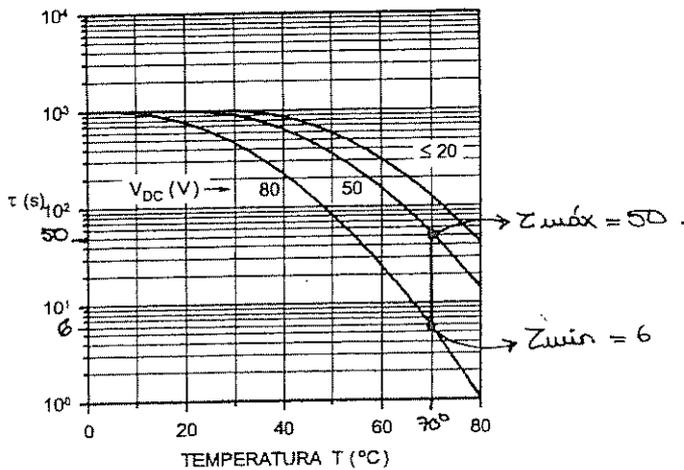

Figura 3. Constante de tiempo de autodescarga del condensador en función de la temperatura.
$$R_{aisl} = \frac{Z}{C_N} \text{ (gráfica de figura 3 (2))}$$
$$R_{aisl, máx} = \frac{Z_{máx}}{C_N} = \frac{50}{10^{-6}} = 50 \text{ M}\Omega \text{ (figura 3, } T^a = 70^\circ, 50 \text{ V)}$$
$$R_{aisl, mín} = \frac{Z_{mín}}{C_N} = \frac{6}{10^{-6}} = 6 \text{ M}\Omega \text{ (figura 3, } T^a = 70^\circ, 20 \text{ V)}$$